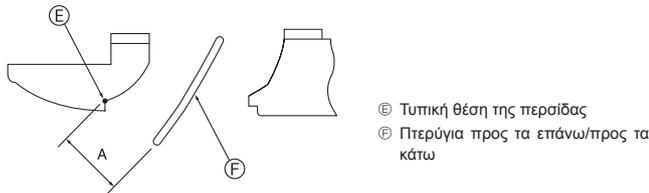

Fig. 5-10
- ① Σβήστε το διακόπτη λειτουργίας της μονάδας. Όταν ο ανεμιστήρας της μονάδας περιστρέφεται, μπορεί να προκληθούν τραυματισμοί ενώ υπάρχει κίνδυνος ηλεκτροπληξίας.
- ② Αποσυνδέστε το βύσμα του κινητήρα των πτερυγίων για το κανάλι αερισμού που θέλετε να κλειδώσετε. (Ενώ πατάτε το κουμπί, αφαιρέστε το βύσμα προς την κατεύθυνση που δείχνει το βέλος όπως φαίνεται στο διάγραμμα.) Αφού αφαιρέσετε το βύσμα, μονώστε το με ταινία.
- ③ Για να ρυθμίσετε την επιθυμητή κατεύθυνση της ροής του αέρα, μετακινήστε αργά τα πτερύγια προς τα επάνω ή προς τα κάτω, εντός του καθορισμένου εύρους. (Fig.5-10)